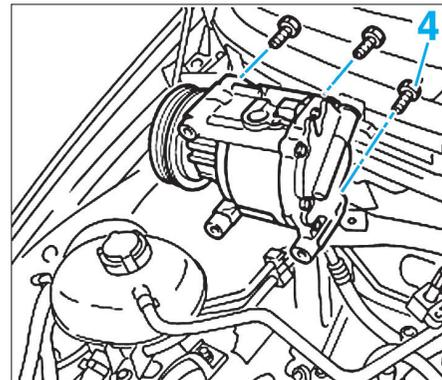

FIG. 5
- Déposer les canalisations (2) et (3).
- Déposer les vis de fixations (4), puis extraire le compresseur (Fig.5).